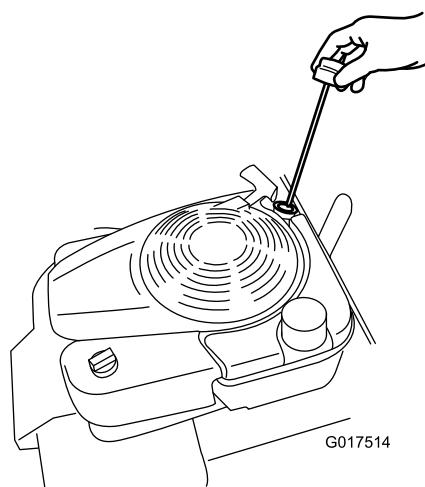

Figura 34
8. Retire a vareta (Figura 34) e deite cerca de 3/4 da capacidade do cárter de óleo para o tubo de enchimento de óleo.